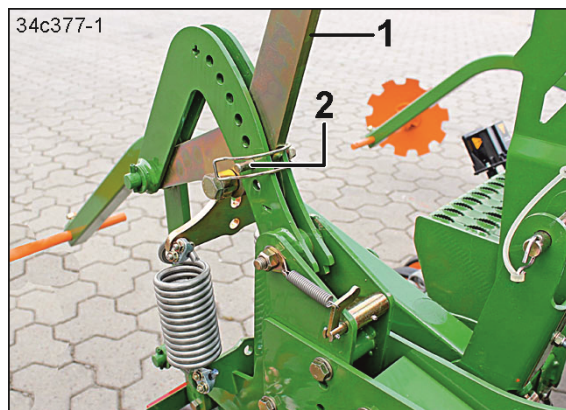

Fig. 201
2. Trageți scurt maneta (Fig. 201/1) și îndepărtați șplintul țevă (Fig. 201/2).